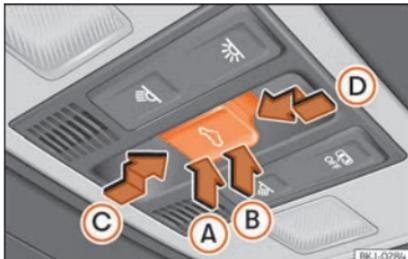

Fig. 96 No revestimento interior do teto: botão do teto de vidro.
O botão Fig. 96 tem dois níveis. No primeiro nível pode colocar-se o teto na posição defletora, abrir ou fechar total ou parcialmente.
- Antes que decorram aproximadamente 5 segundos desde a ativação da função antientalamento, pressione o botão ⇐ » » Fig. 96 até ao segundo nível no sentido da seta » » Fig. 96 Ⓞ até que o teto se feche completamente.